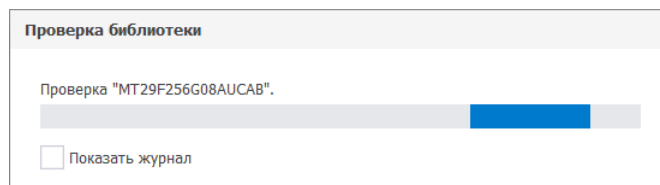

Рис. 14 Отображение процесса проверки
3. Система запустит процесс проверки библиотеки, см. Рис. 14.